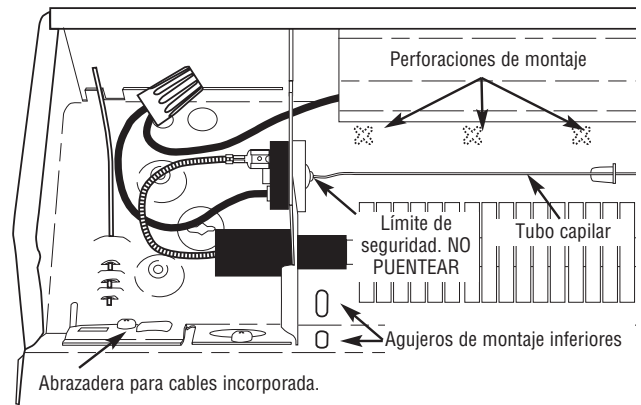

Figura 4: Compartimiento de cables izquierdo
10. Al montar el calefactor, si se utilizan los agujeros de montaje inferiores (vea la Figura 4), asegúrese de que los tornillos no dañen los cables de alimentación eléctrica de la zona que está detrás del calefactor.
11. No retire ni puentee el control de límite de seguridad, ya que esto podría crear en el calefactor un riesgo de incendio; vea la Figura 4.
5. Afloje el tornillo de la abrazadera para cables incorporada (Figura 4) o retire el prepunzonado adecuado del compartimiento de cables del calefactor. Instale el cable de alimentación eléctrica en el compartimiento de cables, dejando al menos 152 mm (6 pulg.) de cable para la conexión al calefactor. Para instalar dos cables de alimentación eléctrica usando la abrazadera para cables incorporada, doble la aleta que cubre el segundo agujero hacia arriba y atrás, sobre la pared posterior del compartimiento de cables. Si no usa la abrazadera, instale un dispositivo de sujeción de cables aprobado (no se incluye) en un prepunzonado adecuado.
NOTA: se han provisto perforaciones de montaje estampadas en cruz en la parte posterior del gabinete del calefactor, sobre el elemento calefactor, en las ubicaciones de los tornillos de montaje; vea la Figura 4
6. Coloque el calefactor en la ubicación deseada, y fíjelo a la pared mediante tornillos para madera u otros accesorios de montaje apropiados. Localice los travesaños e inserte los tornillos en ellos, si fuera posible. Para calefactores de hasta 1.8 m (6 pies) de longitud, es adecuado colocar un tornillo en cada extremo. Para unidades más largas se necesita un tornillo adicional en el centro. Apriete los tornillos y luego aflójelos al menos $\frac{1}{4}$ de vuelta, para permitir que el calefactor se expanda y contraiga durante el uso. Para el caso en que la unidad se monte sobre el piso, se incluyen dos agujeros de montaje adicionales en cada extremo, debajo del elemento calefactor (vea la Figura 4). Instale un tornillo adicional en cada extremo para una mejor estabilidad, asegurándose de aflojar cada tornillo al menos $\frac{1}{4}$ de vuelta.